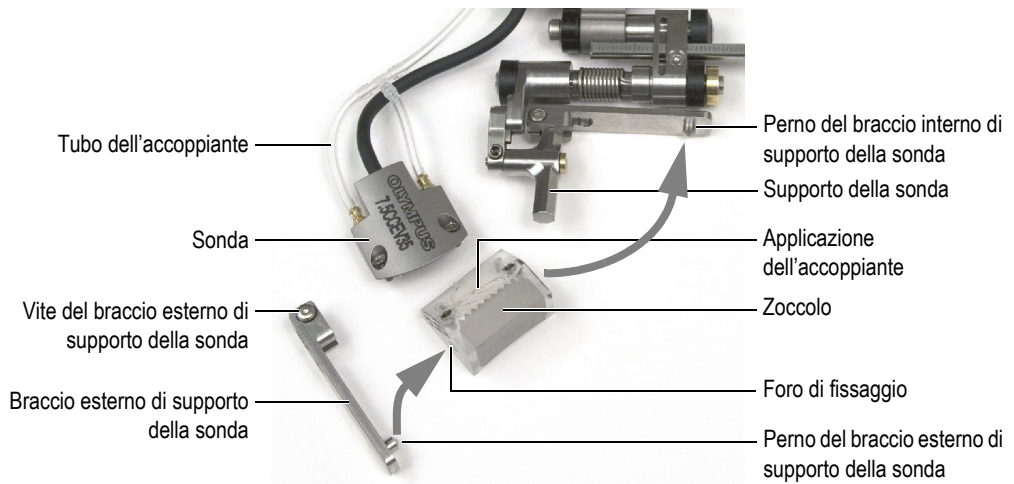

Figura 2-5 Cambio dello zoccolo nello scanner
1. Rimuovere il braccio esterno di supporto della sonda (vedere Figura 2-5 a pagina 37).